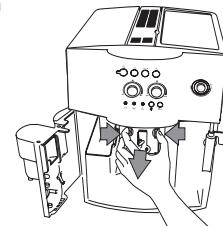

Figure 24
- Appuyez sur les deux boutons rouges de libération du système de préparation du café (Figure 24) et retirez-le.